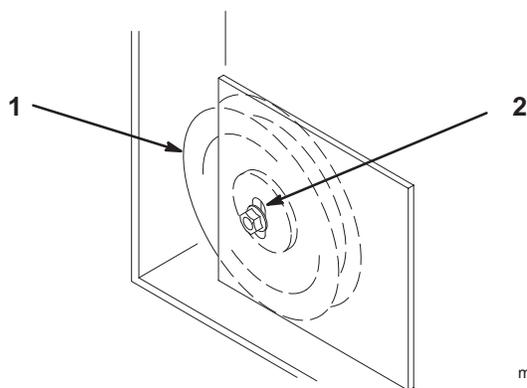

Figure 61
9. Si un réglage est nécessaire, desserrez la poulie de renvoi fixe à droite de la plaque de support et déplacez-la en haut ou en bas de la fente de réglage (Fig. 61). Pour détendre la courroie, tirez sur la poulie de tension rappelée par ressort.